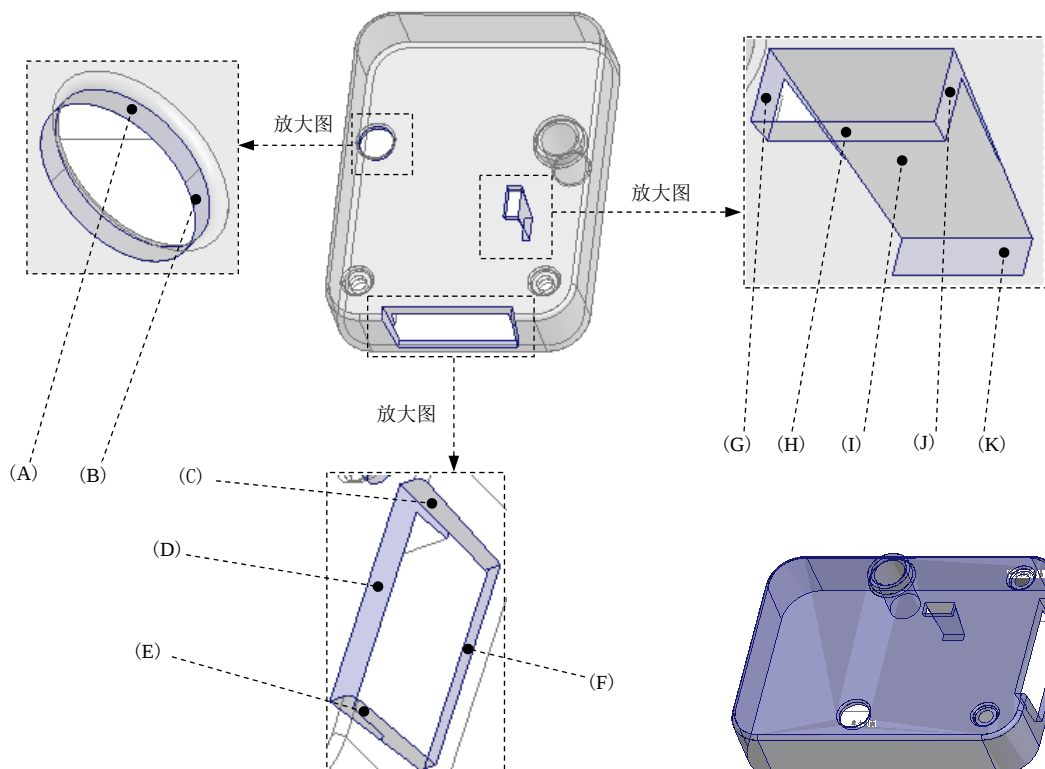

图 20.8 定义边界面
③ 依次选取所有的边界面（全部加亮）后，松开 Shift 键，然后按住 Ctrl 键选取图 20.8 所示的 A~K 曲面，松开 Ctrl 键，完成“边界面”的选取。操作完成后，整个模型上表面均